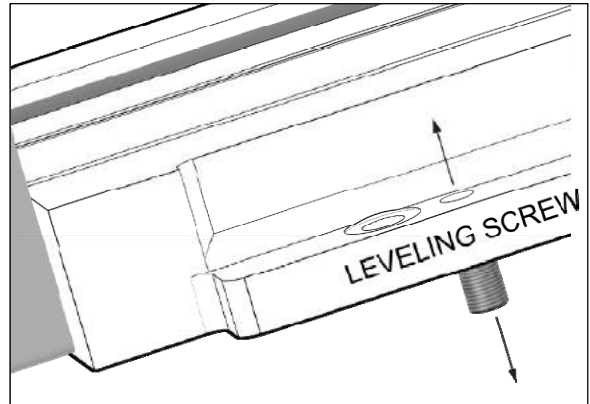

FIGURA 39 TORNILLO NIVELADOR
2. Si fuera necesario, utilice los tornillos niveladores y las calzas para elevar los puntos bajos, consulte la Figura 39.